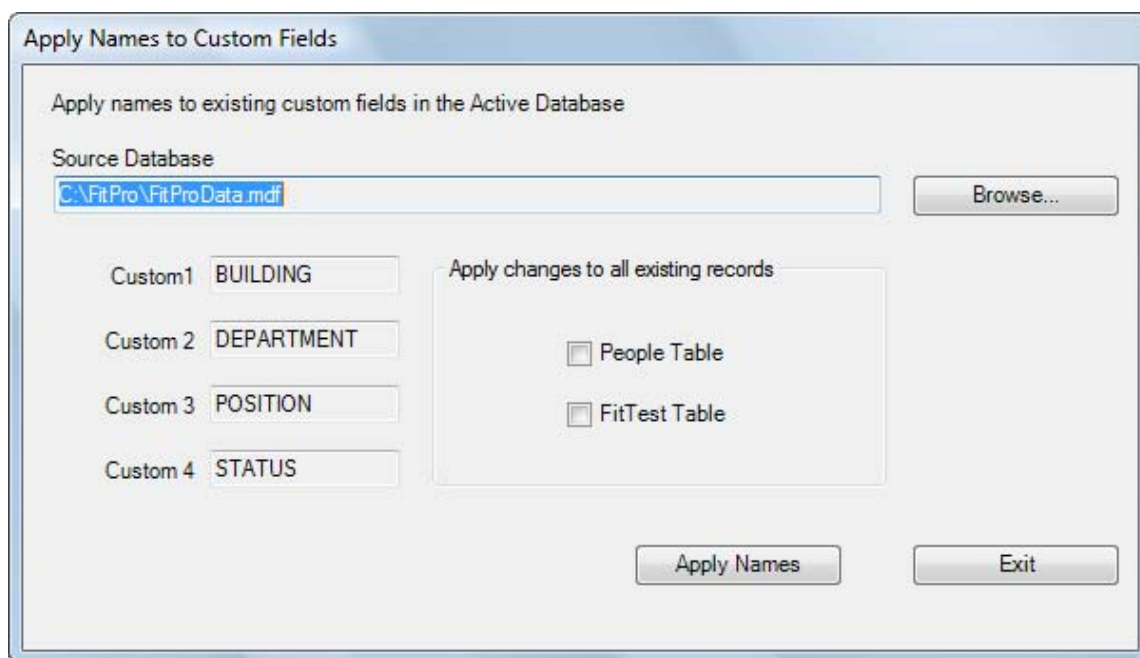

Ilustración 31. Cuadro de diálogo Apply Custom Names (Aplicar nombres personalizados)
1. Seleccione **Database | Utilities | Apply Custom Names** (Base de datos | Utilidades | Aplicar nombres personalizados). Aparecerá el cuadro de diálogo Apply Names to Custom Fields (Aplicar nombres a los campos personalizados) (Ilustración 31).